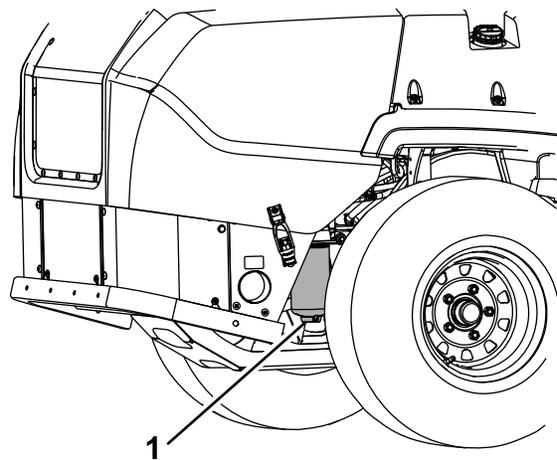

Рисунок 43
3. Поместите сливной поддон под топливный фильтр и ослабьте сливную пробку, отвернув ее приблизительно на один оборот (Рисунок 43).